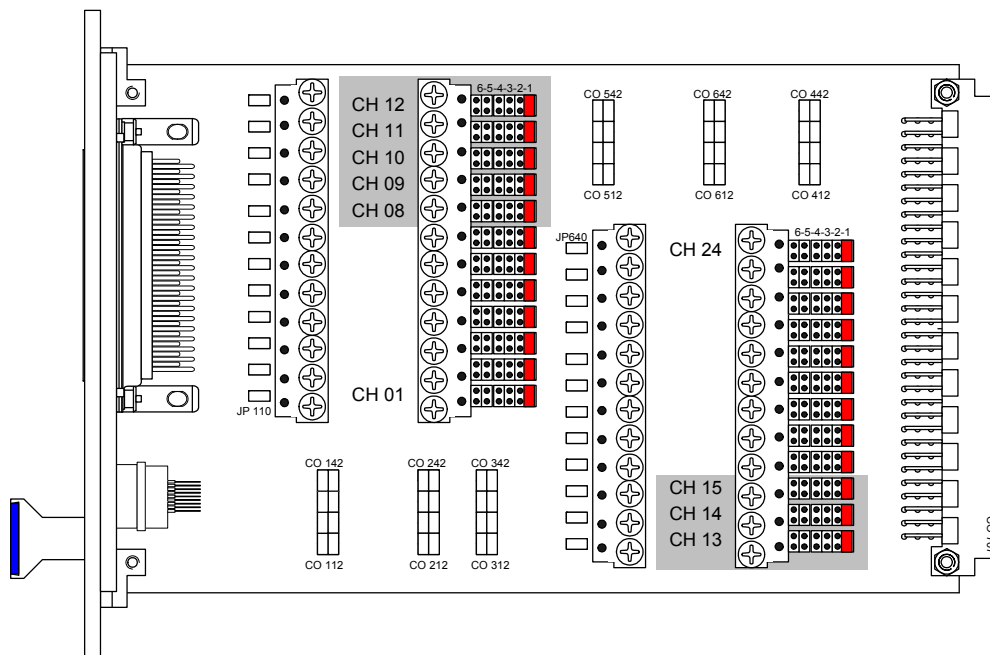

Abb. 4-8 Steckbrücken auf ES1395.1
- Setzen Sie nun die Steckbrücken der verwendeten Kanäle¹ (siehe Abb. 4-8) in die Position, die die Last mit der entsprechenden Batteriespannung (BN0 .. BN4 oder -UBatt, siehe Tab. 4-15 auf Seite 49) verbindet.